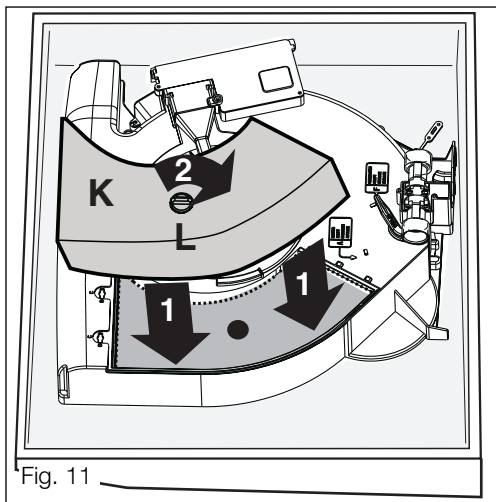

Fig. 11
- ❑ Introduzca el filtro de carbón **K** en su sitio y sujételo girando el pomo **L** 90°, y vuelva a cerrar la tapa, fig. 11.